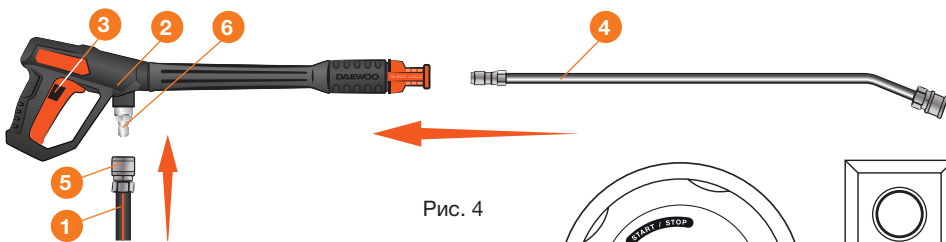

Рис. 4
- Потяните назад металлическое кольцо **5** на коннекторе шланга **1** (Рис. 4).
- Снимите предохранитель ❸ на пистолете ❷ и нажмите на курок чтобы выпустить воздух и проверить стабильность потока воды. После того как воздух выйдет из пистолета и поток нормализуется, отпустите курок (Рис. 4).